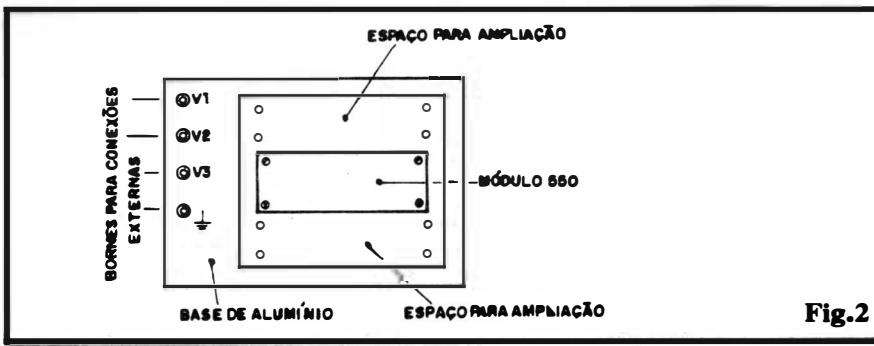
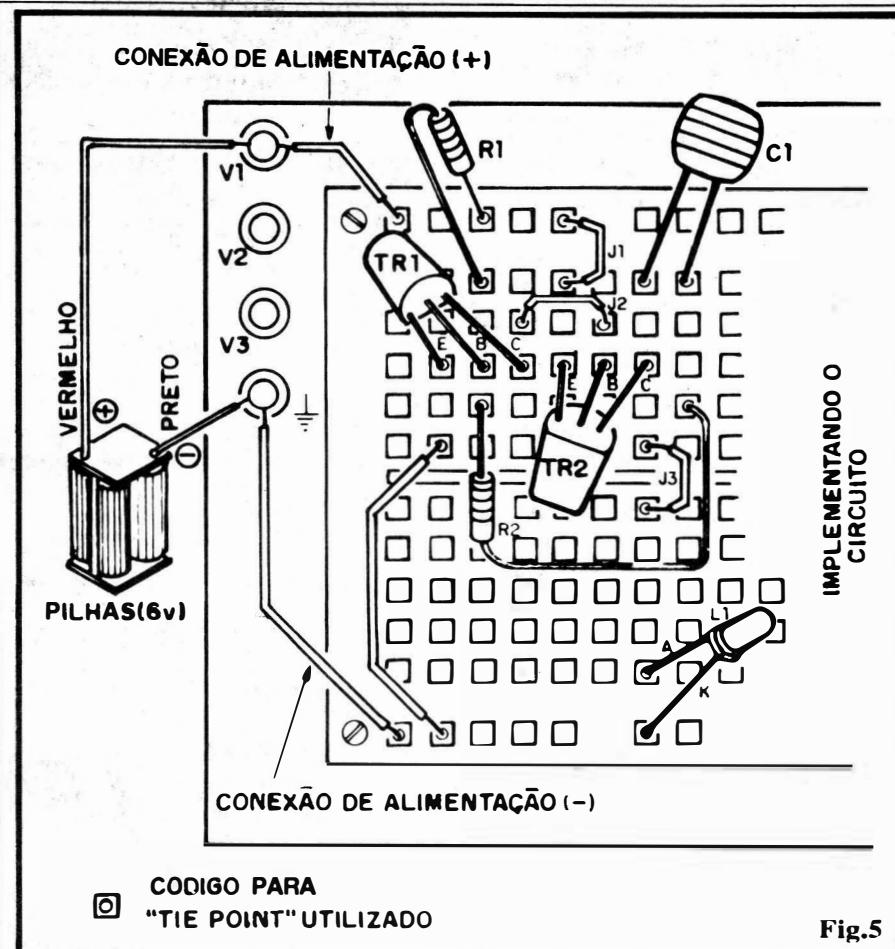

Fig.2
Fig.5
- FIG. 2 - OS BORNES DE CONEXÃO DO MÓDULO DE MATRIZ DE CONTATOS - Normalmente, os módulos de matriz de contatos, mesmo em seu tamanho (quantidade de **tie-points**...) standard 550, são apresentados sobre uma base de alumínio relativamente rígida, às vezes dotada de pés de borracha (para não deslizar sobre a bancada, durante o uso). Não é incomum que tais bases apresentem “folgas” ou “sobras de área”, que são destinadas a eventuais e futuras ampliações (podem ser adquiridos módulos de 550 **tie-points** para fixação sobre a mesma base, ampliando bastante a área de trabalho e o número de contatos disponíveis...). Mesmo, contudo, que a base seja estreita (apenas dimensionada para um bloco de 550 t.p.), quase sempre será dotada de bornes junto a uma das suas laterais... Normalmente estarão “lá” de dois a quatro bornes, dimen-
- FIG. 5 - IMPLEMENTANDO O CIRCUITO NA MATRIZ DE CONTATOS - Depois de devidamente “reconhecidos” os componentes, verificar se seus terminais estão limpos e regulares (se isso não acontecer, raspe-os com uma lâmina e “retifique-os” com um alicate de bico). A seguir, é só ir “enfiando” as peças na Matriz de Contatos, conforme mostra a figura, que dá todas as “dicas” visuais necessárias... Observar os seguintes pontos:
- Embora na fig. 5 transistores, LED, resistores e capacitores estejam em posições meio irregulares, “deitados” e esparramados deselegantemente sobre o Módulo, na implementação real tais componentes (e também os jumpers...) devem ficar “certinhos”, acomodados verticalmente sobre o
Módulo (ver fig. 7 do T&D anterior...). A aparente “desarraumação” da fig. 5 deve-se unicamente à facilitação visual, para que possam ser identificados os tie-points utilizados, sem problemas...
Vale consultar - se for preciso - a fig. 2 do T&D anterior, para recordar as posições relativas dos conjuntos de contatos elétricos internos do Módulo, mas É PROIBIDO OLHAR A FIG. 5 DO PRESENTE TRUQUES & DICAS!
Observem que a montagem experimental do circuito não precisa, obrigatoriamente, ser feita na disposição sugerida na fig. 5, já que admite dezenas de outros arranjos "físicos" sobre a Matriz de Contatos...! Experimentar tais variações e suas possibilidades também constitui exercício bastante válido para se "pegar" a prática necessária à perfeita utilização das Matrizes de Contatos!